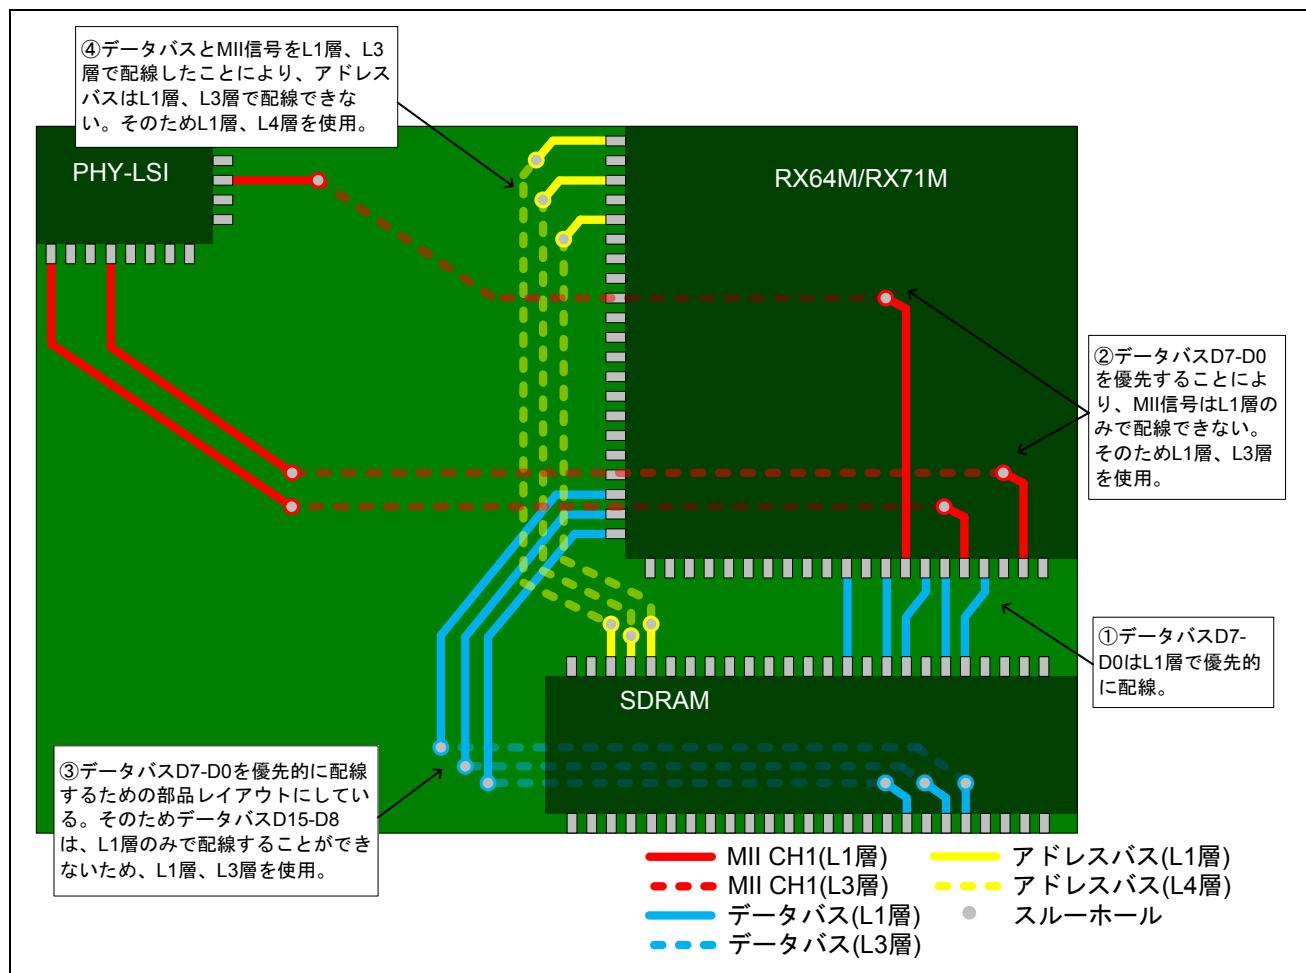

図2 パターン配線イメージ(L1層からの透し図)
1. SDRAM のデータバス D7-D0(特に D5,D6)を L1 層で優先的に最短で配線します。(図 2 の①参照)
3. SDRAM のデータバス D7-D0 を優先することにより、MII 信号(特に ET1\_RX\_CLK)は L1 層のみで配線することができません。そのため L1 層と L3 層で配線します。なお L3 層を使用するのは、L3 層の上に GND 層(L2 層)があることで、リターン電流が戻りやすいためです。(図 2 の②参照)
4. SDRAM のデータバス D7-D0 を優先的に配線するための部品レイアウトにしています。そのためデータバス D15-D8 は、L1 層のみでは配線することができないため、L1 層と L3 層で配線します。なお L3 层を使用するのは、L3 層の上に GND 層(L2 層)があることで、リターン電流が戻りやすいためです。(図 2 の③参照)
5. SDRAM のアドレスバスは、データバスと MII 信号を L1 層、L3 層で配線したことにより、L1 層、L3 層で配線することはできません。そのため L1 層と L4 層で配線しています。(図 2 の④参照)